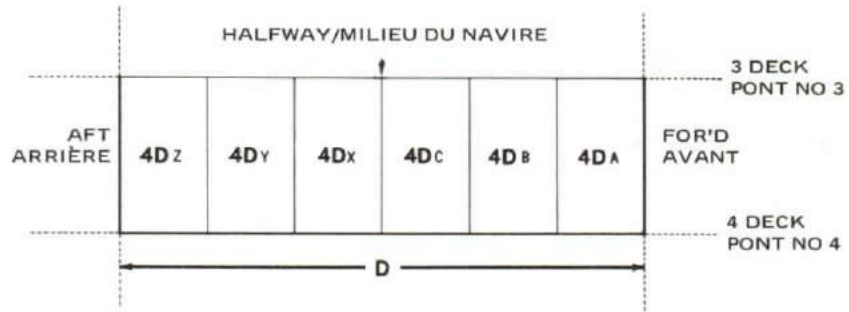

Figure 8-22
26. Now there may be more than one watertight compartment within a section, so these are designated from forward and aft toward the halfway point with small letters as shown, starting at the forward end with "A" and at the after end with "Z". You can now say that the second sub-section of the "D" section of number 4 deck is compartment "4DB". See Figure 8-22.
26. Cependant, chaque section peut comporter plusieurs compartiments étanches; le cas échéant, ces derniers sont désignés par des lettres plus petites attribuées en partant de l'avant ou de l'arrière et en allant vers le milieu du navire. Les compartiments commencent par un "A" à partir de l'avant et par un "Z" à partir de l'arrière. Par exemple, le compartiment "4DB" sera la seconde sous-section de la section "D" du pont numéro 4 (voir la figure 8-22).